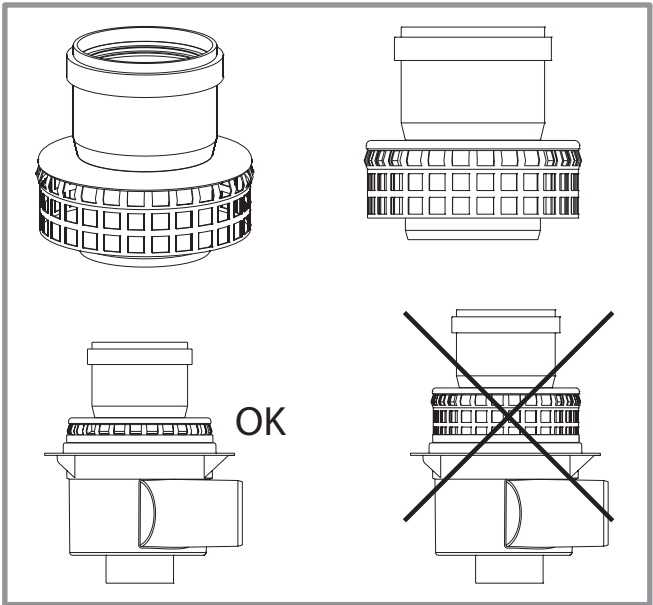

figure 15 - Montage de l'adaptateur
Rappel : Il est obligatoire d'utiliser l'adaptateur cheminée fourni (073 295) (figure 15).
- Respecter les longueurs maxi autorisées (figure 15).